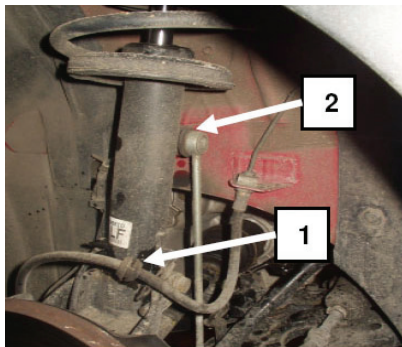
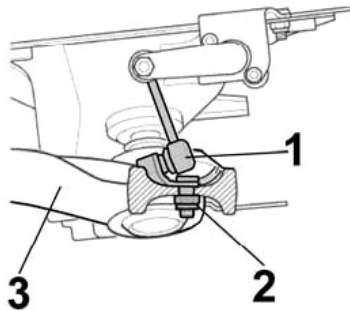

Fig. 1:
Fig. 2:
- **Fig. 1** Bremsschlauch (1) und ABS Sensorkabel aus der Halterung clippen, Steckverbindung der Bremsenverschleißanzeige trennen.
- Koppelstange (2) vom Federbein trennen.
- **Fig. 2 Linke Seite:** Winkelgelenk (1) für Leuchtweitenregulierung vom Querlenker (3) abschrauben.
- **Fig. 1** Unclip brake hose (1) and ABS sensor cable from mount, unplug brake wear indicator.
- Disconnect coupling rod (2) from suspension strut.
- **Fig. 2 Left side:** Unscrew angle joint (1) for headlight leveling control from track control arm (3).
- **Fig. 1** Décrocher le flexible de frein (1) et le câble du capteur ABS du support, débrancher l'affichage de l'état d'usure des freins.
- Démonter la bielle d'appui (2) de la jambe de force.
- **Fig. 2 Partie gauche :** Dévisser du bras transversal l'articulation (1) du support pour le réglage de la portée des phares (3).
- **Fig. 1** Desenganchar el manguito del freno y el cable (1) del amortiguador, soltar los conectores del indicador de desgaste de frenado.
- Separar la barra de acoplamiento (2) del amortiguador.
- **Fig. 2 Lado izquierdo:** desatornillar el codo articulado de la regulación de los faros (1) del brazo de dirección transversal (3).